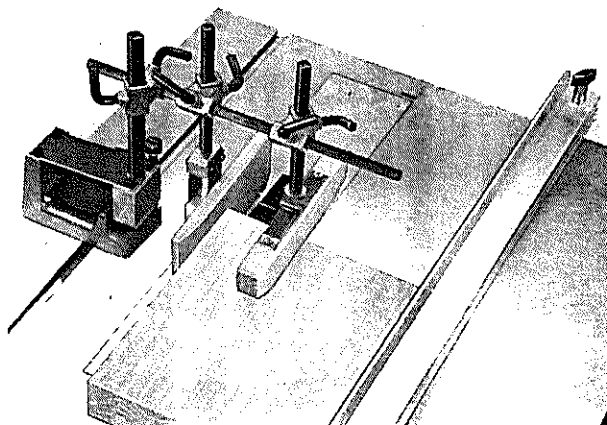

Bild 3
Zum Bearbeiten von schmalen Werkstücken wird die Vierkantstange (7) (mit den beiden Druckschuhen) wie in Bild 3 in den Halter (6) eingesetzt.